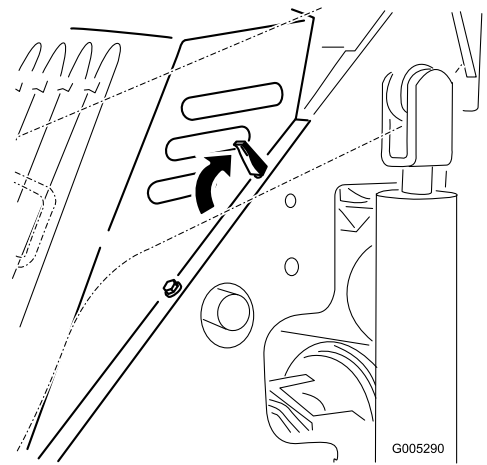

Figure 17
1. Placez le capot par-dessus le cadre de la machine en engageant les tenons de fixation du capot dans les trous du cadre (Figure 17).
2. Fixez le capot en abaissant les languettes de blocage vers l'avant (Figure 17).
4. Desserrez les 4 languettes de blocage (Figure 17).